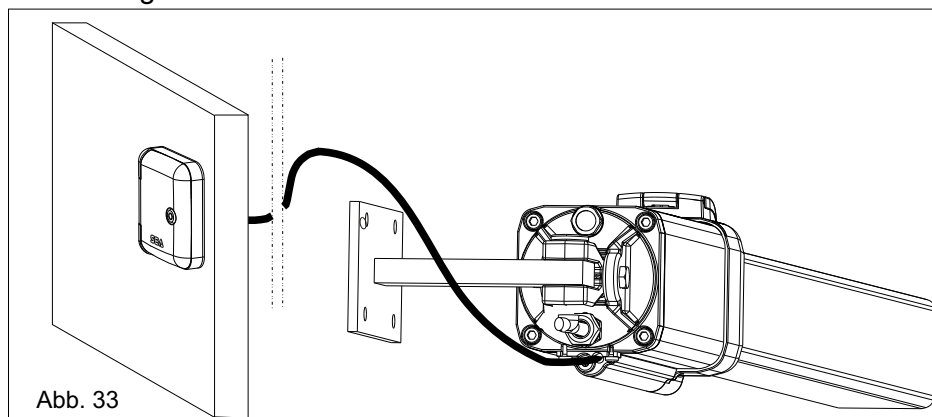

Abb. 33
**ACHTUNG:** Die Montage der Aussenentriegelung muss, wie in Abb. 33 und 34 angegeben, durchgeführt werden. Für mehr Information im Montageanleitungshandbuch (im Montagekit der Aussenentriegelung für beige packt) nachschlagen.